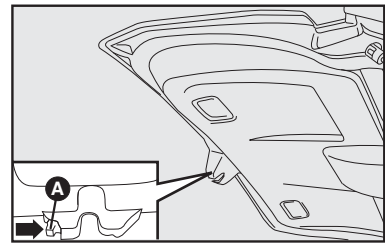

fig. 95
## ABERTURA DE EMERGÊNCIA DA TAMPA DO PORTA-MALAS - fig. 95
**2** - Acionar o pino **A-fig. 95** para abertura da tampa, empurrando-o no sentido da seta.